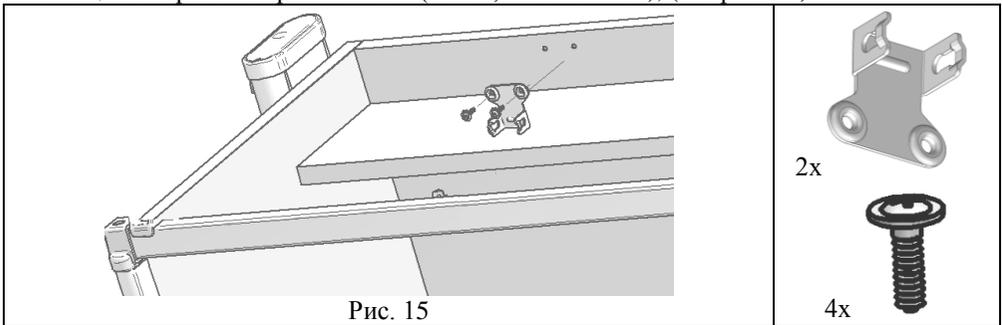

Рис. 15
5.4.1. К сборке по п.5.3. прикрутить 2 кронштейна нижних (поз. 2, пакет №9а) при помощи саморезов с прессшайбой (поз. 2, пакет № 162), (см. рис. 15).
Внимание! На рис. 15; 16; 16а показана установка одного фиксатора, второй фиксатор устанавливается аналогично